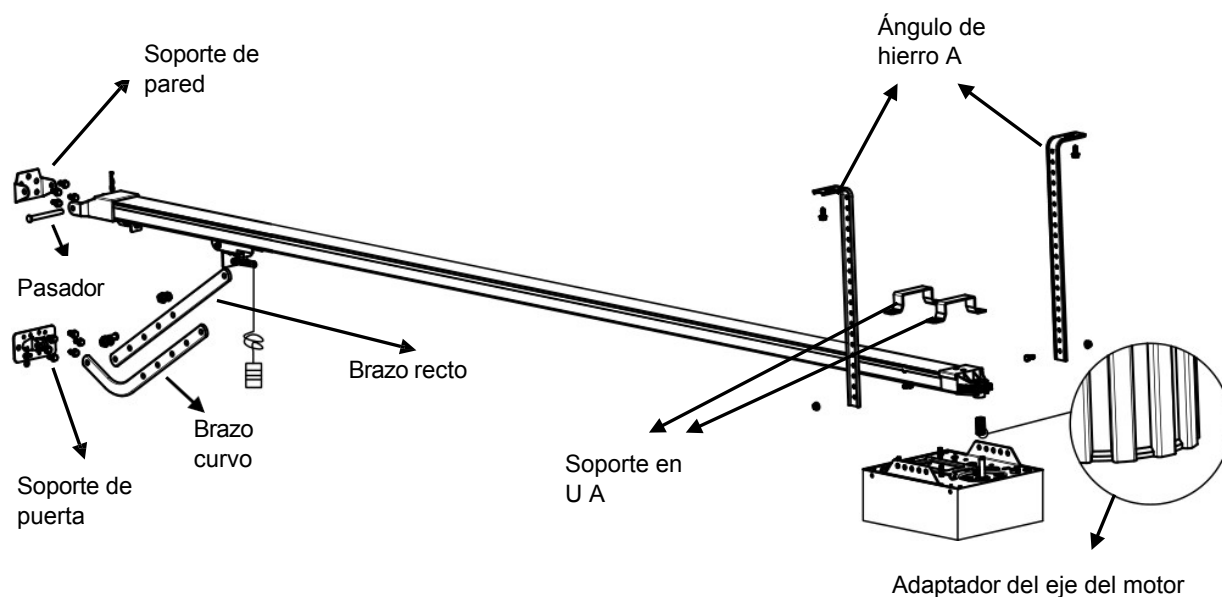

Fig. 5
3. Encaje el adaptador del eje del motor en el eje del motor según la Fig. 5.